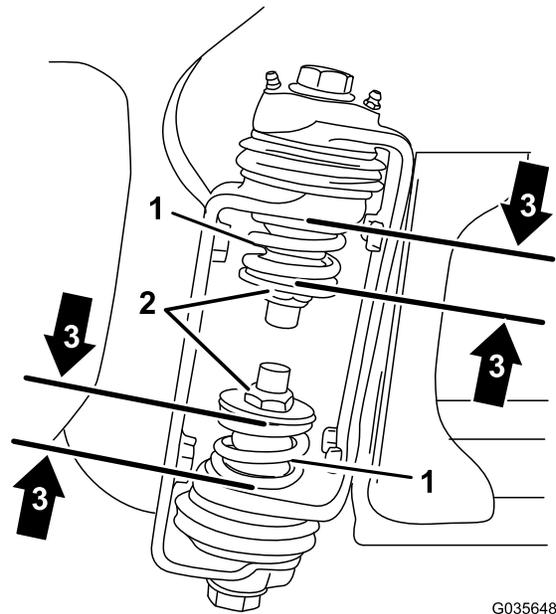

Figura 3
3. En la articulación del brazo, mida la altura comprimida de los muelles superior e inferior (Figura 3).
- B. Utilice la contratuerca (Figura 3) para comprimir cualquier muelle que mida más de 3,96 cm.